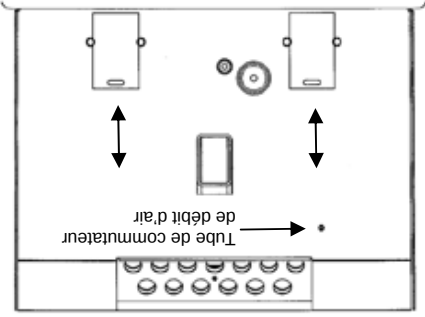

FIGURE 18
- b. Chambres intérieures – les deux portes pour cendres dans la chambre de combustion du Breckwell unité peuvent s'enlever pour un nettoyage périodique (Réfêrez-vous à la figure 18). Ces portes donnent accès à la chambre entourant la chambre de combustion. Périodiquement vous devez aspirer les cendres hors de ces chambres. Dans certains cas vous aurez à enlever de la crêsole, qui peut s'accumuler rapidement dans certaines conditions. Une brosse métallique fine peut être utilisée. Il est important d'éliminer la crêsole car elle est très combustible. INSPECTEZ DERRIÈRE CES PLAQUES DE NETTOYAGE AU MOINS UNE FOIS PAR TONNE DE GRANULÉS BRÛLÉS, JUSQU'À CE QUE VOUS SOYEZ FAMILIARISÉ AVEC LA FAÇON DONT CENDRES ET CRÊSOTE S'ACCUMULENT EN FONCTION DE VOS PRATIQUES D'UTILISATION. Utilisez la petite brosse métallique pour nettoyer aussi l'intérieur des parois de chambres, au-dessus des portes d'accès.